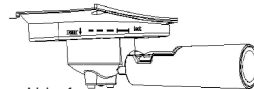

Abb. 1
2. Setzen Sie den Kaffeepulverfilter auf auf den Filterträger. Befestigen Sie den Filterträger, indem Sie ihn gegen den Uhrzeigersinn drehen. (Abb.1)
2. Befestigen Sie den Filterträger, indem Sie ihn gegen den Uhrzeigersinn drehen. (Abb.1)